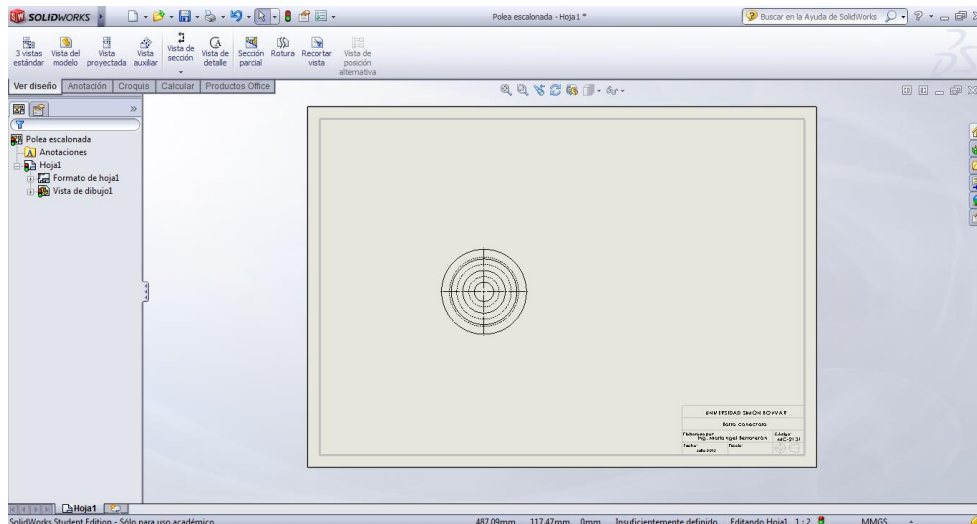

Figura 59. Vista frontal de pulea escalonada, de la cual se obtendrá la vista de corte.
- Cree un plano nuevo y seleccione la pieza. Genere una vista frontal como se muestra en la Figura 59.